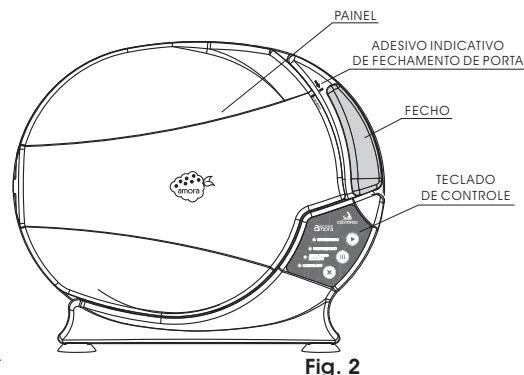

Fig. 2
- 9►**ADESIVO INDICATIVO DE FECHAMENTO DA PORTA** - Localizado na borda do painel e no fecho (Fig. 2, pág. 5).